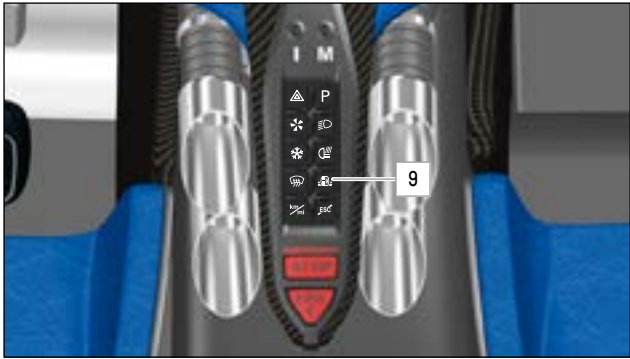

ABB.87 WET MODE-TASTE AUF DER MITTELKONSOLE
- ▶ Drücken Sie bei stehendem Fahrzeug die Taste 8 (» Abb.87), um den Wet Mode zu aktivieren. Vermeiden Sie dies aber unbedingt während der Fahrt.